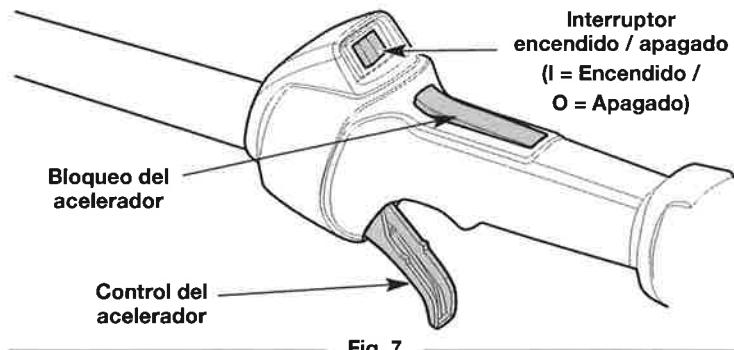

Fig. 7
NOTA: No hay necesidad de encender la unidad. El interruptor de Encendido/Apagado debe estar en la posición **Encendido (I)** en todo momento (Fig. 7).
NOTA: NO apriete el control del acelerador hasta el paso 8 (Fig. 7).
8. Oprima y mantenga apretado el bloqueo del acelerador (Fig. 7). Apriete el control del acelerador según sea necesario para el funcionamiento (Fig. 7).
2. Oprima y no suelte el interruptor de control de Encendido y Apagado en la posición **Apagado (O)** hasta que el motor se detenga por completo (Fig. 7).
NOTA: NO apriete el control del acelerador hasta el paso 10 (Fig. 7).
10. Oprima y mantenga apretado el bloqueo del acelerador (Fig. 7). Apriete el control del acelerador según sea necesario para el funcionamiento (Fig. 7).